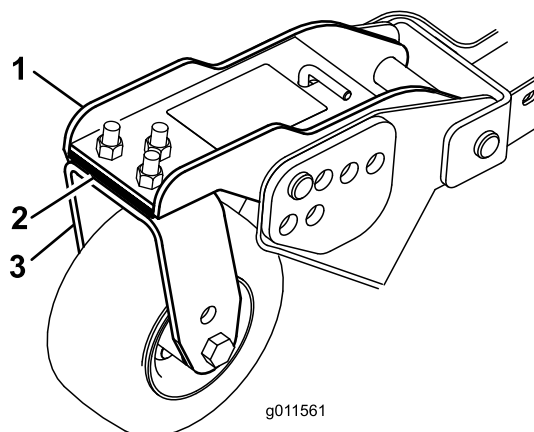

Figura 30
Girate la lama su ciascun fusello fino a disporla in parallelo con la lunghezza della macchina. Misurate dal suolo alla punta anteriore del tagliente. Regolate gli spessori di 3 mm sulla forcella (o forcelle) della ruota orientabile, finché l'altezza di taglio non corrisponde al valore riportato sull'adesivo (Figura 30). Unicamente per il fusello della lama esterna fate riferimento alla procedura in Regolazione del passo dell'apparato di taglio.
3. Se il bordo interno dell'apparato di taglio laterale è troppo alto rispetto al bordo esterno dell'apparato di taglio anteriore, togliete uno spessore di 3 mm dalla base del braccio della ruota orientabile anteriore interna dell'apparato di taglio laterale (Figura 30). Controllate di nuovo la misura tra i bordi esterni di entrambi gli apparati di taglio ed il bordo interno dell'apparato di taglio laterale rispetto al bordo esterno dell'apparato anteriore.